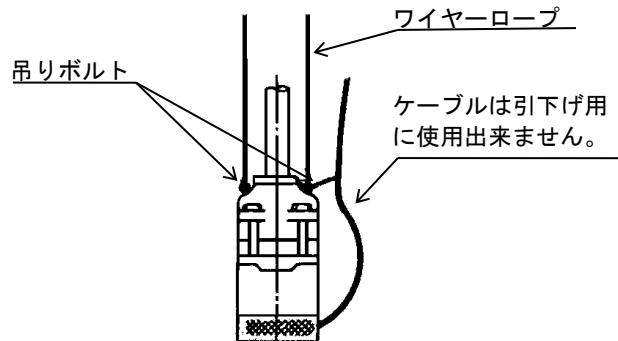
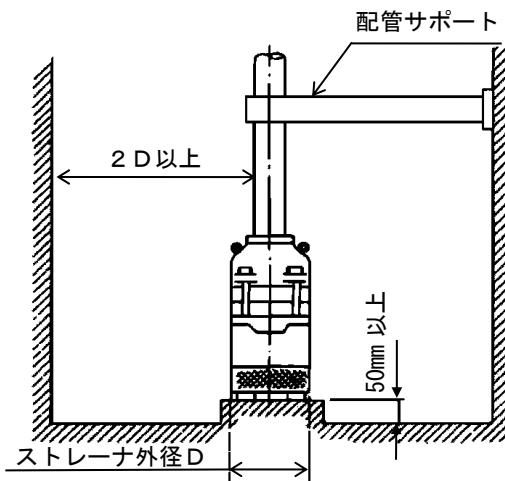

図10
図12
- (1) ポンプ据付の前に、絶縁抵抗を測定してください。モータおよびケーブル(電源接続部を除く)を水に浸した状態で、大地および接地線(18.5kW以上はモータフレームに接地用端子を設けております)と各相間の(スター・デルタ始動の場合はさらに各々の相間の)絶縁抵抗を、測定してください。絶縁抵抗値はモータ出力15kW以下の場合は20MΩ以上、18.5kW以上の場合は100MΩ以上あれば、良好な状態です。尚、この時ケーブルの芯線部分は地面から離して測定します。
- (2) 据付ならびに移動時には、ケーブルを絶対に引っぱらないでください。吊りボルトにワイヤーロープ等を結び、吊り上げてください。(図10参照)。ポンプ質量は、外形寸法図に明示しております。
- (3) ポンプは、横置きあるいは宙吊りでの使用はできません。底に立置きでご使用ください。
- (4) ポンプの運転水位には十分注意し、ポンプが空運転しないように水位設定をしてください。始動可能な最低水位以下で始動したり、運転可能な最低水位以下で運転すると、揚水不能、ポンプ軸受けの損傷及びモータの焼損を引き起こしますので、絶対に避けてください。またこの他に、貯水槽水位は、消防法に定める有効水量を確保する必要があります。
- (5) ポンプはできるだけ槽内の乱流のない中央部に設置し、点検のための蓋(点検口、マンホール等)の真下に設けてください。ポンプ中心から水槽壁面までの距離は、ポンプストレーナの2倍以上となるよう設置してください。また、ポンプ台を設けるなどして、ポンプは水槽底面から50mm以上の位置に設置してください(図12参照)。